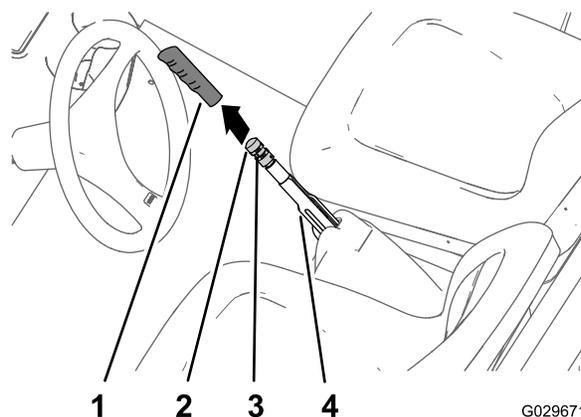

図 66
1. 駐車ブレーキレバーのグリップを外す **図 66**。
2. 駐車ブレーキレバーに調整ノブを固定している固定ねじをゆるめる **図 66**。
3. ブレーキを掛けるのに必要な力が 133-156 N 13.6-15.9 kg = 30-35 lbfとなるようにノブを回して調整する **図 66**。
4. 固定ねじを締め、ゴム製グリップを取り付ける **図 66**。
1. 駐車ブレーキレバーのグリップを外す 図 66。
2. 駐車ブレーキレバーに調整ノブを固定している固定ねじをゆるめ 図 66、駐車ブレーキを解除して、ブレーキ調整ノブをゆるめる。
5. ブレーキを掛けるのに必要な力が 133-156 N·m 4.2-4.8 kg·m = 30-35 ft-lbとなるようにノブ 図 66 を回して調整する。
- C. ブレーキを掛けるのに必要な力が 133-156 N·m 4.2-4.8 kg·m = 30-35 ft-lbとなるようにノブ 図 66 を回して調整する。
- 固定ねじを締め、グリップを取り付ける 図 66。